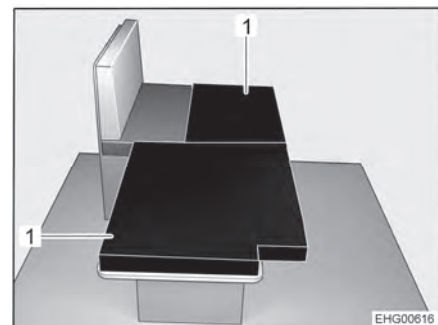

Fig. 53 Después de la transformación
- Colocar los dos cojines adicionales (Fig. 53,1) en la mesa bajada del modo mostrado en la imagen.